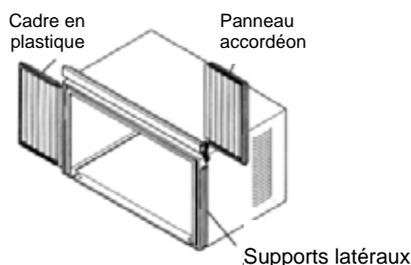

Fig. 9
2. Faites coulisser la section en « I » du panneau accordéon dans le support latéral du caisson (voir les Figures 9 et 10).